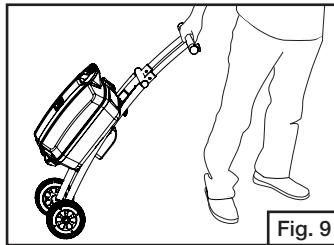

Fig. 9
- Une fois la poignée bloquée en position, vous pourrez aisément déplacer le gril jusqu'à l'endroit que vous lui destinez. (Fig. 9)